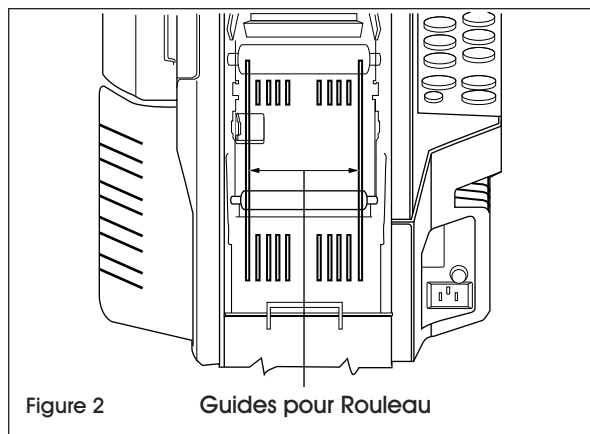

Figure 2
- 2 guides pour rouleau à ruban (Voir Figure 2)
1. Retirer le guide de son emplacement actuel en le saisissant, en le soulevant et en tirant le bas de ce dernier vers l'arrière de l'appareil. (Voir Figure 2)